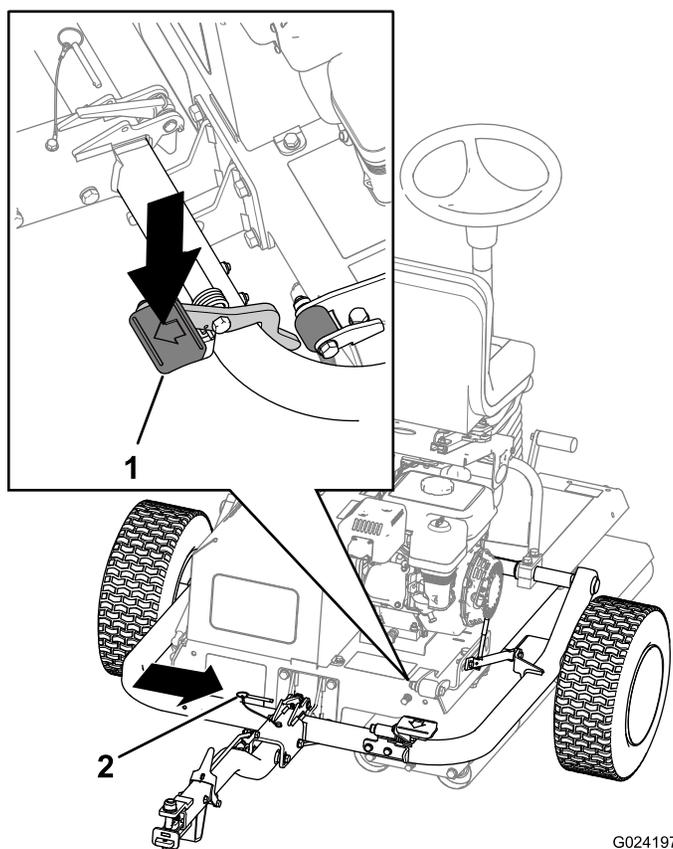

Figura 18
- C. Pise el pedal de cierre de la barra de tracción hasta que la barra de tracción se bloquee en su sitio (Figura 18).
- D. Introduzca el pasador de bloqueo (Figura 18).